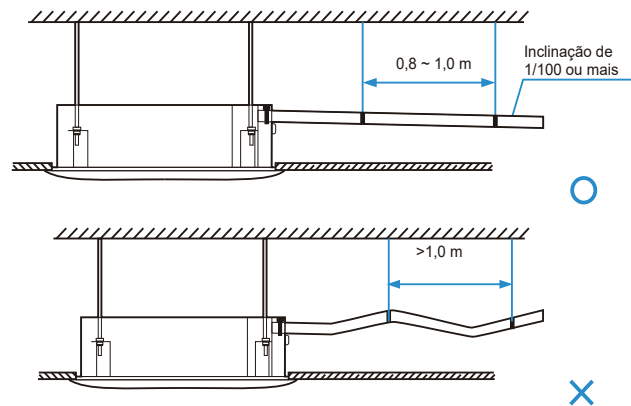

Figura 28
4. A fim de evitar o refluxo de água para o interior do ar-condicionado quando a operação for interrompida, o tubo de descarga de água deve ficar inclinado para baixo em direção à parte externa (lado de drenagem) com uma inclinação de mais de 1/100. Certifique-se de que o tubo de descarga de água não dilate nem acumule água, caso contrário, ocorrem ruídos estranhos. Consulte a Figura 28.
5. Ao conectar a tubulação de descarga de água, não aplique força quando puxar os tubos para evitar que as conexões do tubo de sucção de água se soltem. Ao mesmo tempo, defina um ponto de apoio a cada 0,8 a 1 m para evitar que os tubos de descarga de água flexionem. Consulte a Figura 28.